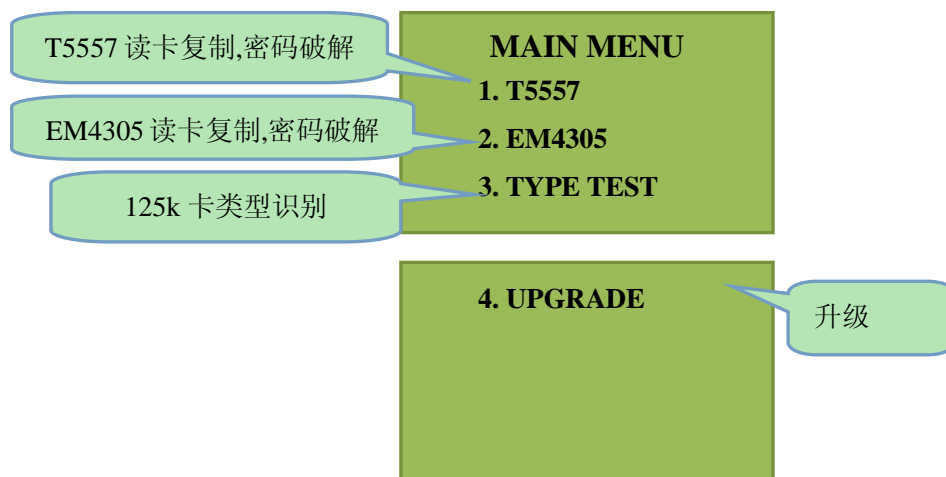

图 2.4.1 主菜单
**第一步：**连接天线板请参考图“2.4.5”，正确连接电源后，打开侧面的电源开关，屏幕被点亮，出现主菜单界面，进入如“图 2.4.1”所示界面,通过按三次移动键“▼”可切换至主菜单第二屏。